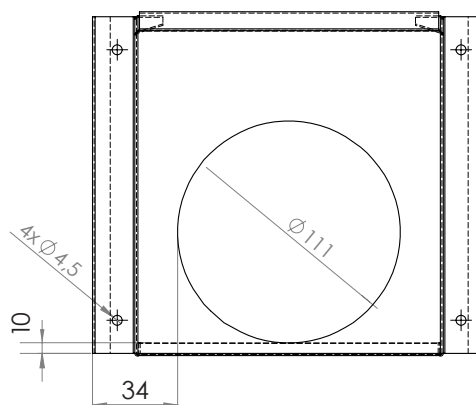

fig. 5
4. Monter stormkappen. Pass på at stormkappen monteres korrekt. Innluftsørret skal munne ut ca. 10 mm over stormkappens nedre kant og være i senter, dvs. kanten på stormkappen skal være ca 34 mm fra rørets yttermål. Se fig. 5.